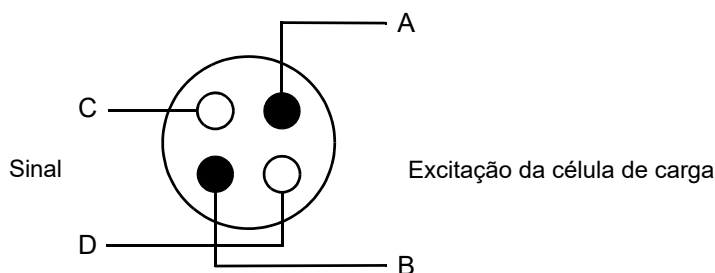

Figura 2-2. Disposição dos núcleos em um cabo de célula de carga
- O cabo da célula de carga **precisa ser um cabo robusto de quatro núcleos** (consulte Figura 2-2). Pares diagonais devem ser utilizados nos circuitos de sinal e no circuito de excitação.